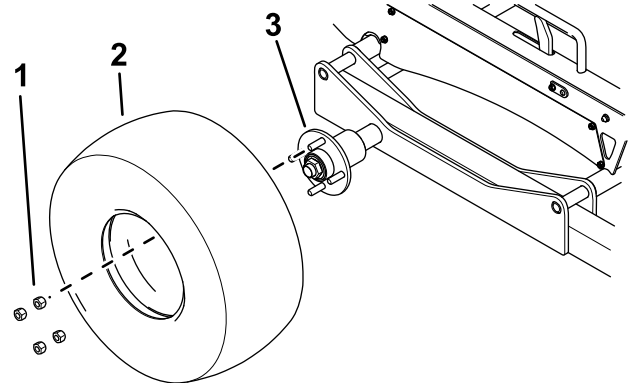

Bild 21
1. Montieren Sie ein Rad mit vier Radmutter an jeder Achsennabe (Bild 21).